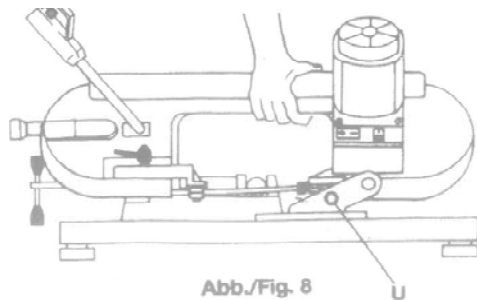

Fig. 8
10. Låsning af enheden med henblik på transport (fig. 8)
Skæremaskinen er udstyret med en låseenhed, så den kan låses ved transport fra ét sted til et andet. Låsning kræver bare, at stiften (U) sættes i hullet i chassiset, hvorefter maskinen kan løftes som vist i fig. 8.